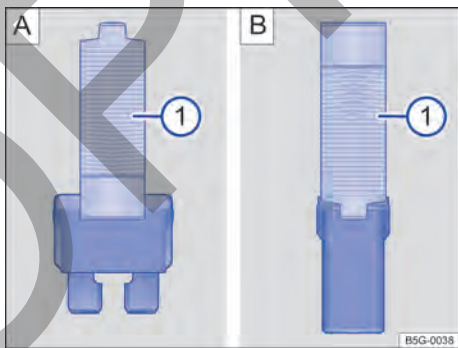

Fig. 173 Extraer o colocar el fusible con las pinzas de plástico: **A** Fusible enchufable plano. **B** Fusible tipo bloque.
- Dado el caso, retire las pinzas de plástico → fig. 173 [1] situadas en la tapa de la caja de fusibles correspondiente.
- En función del tipo de fusible, desplace las pinzas correspondientes → fig. 173 [A] [1] o → fig. 173 [B] [1] lateralmente sobre el fusible.